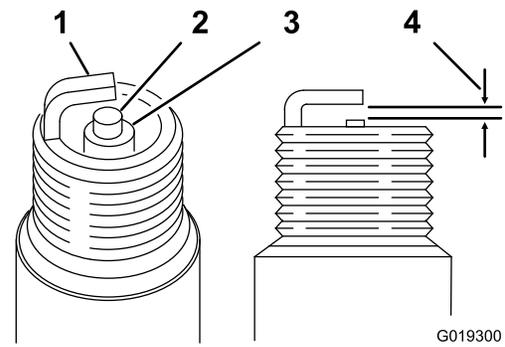

Figura 27
1. Mire la parte central de la bujía (Figura 27). Si se observa un color gris o marrón claro en el aislante, el motor está funcionando correctamente.
2. Con una galga para bujías, mida la distancia entre el electrodo lateral y el electrodo central (Figura 27).